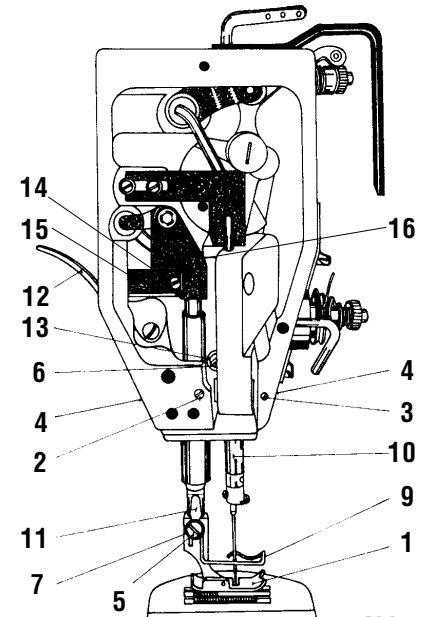

Abb. 5
8. Presserfuß austausch (Fig. 5)
9. Einstellung der Presserfußlüftung (Abb. 5, 6, 7, 8)
10. Einstellung der Nadelstangenhöhe (Abb. 5)
15. Einstellung des Nadeleinstiches in die Mitte der Nadelrille in der Stichplatte in der Längsrichtung (Abb.5)